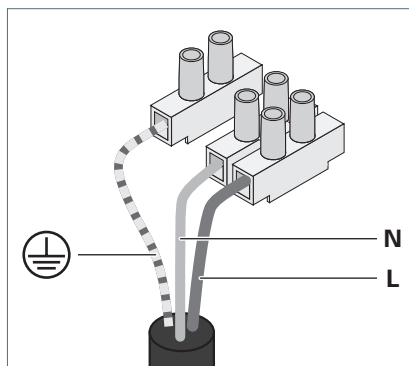

Fig. 14: Raccordement du luminaire suspendu.
- Raccordez le luminaire à la borne, voir Fig. 14.